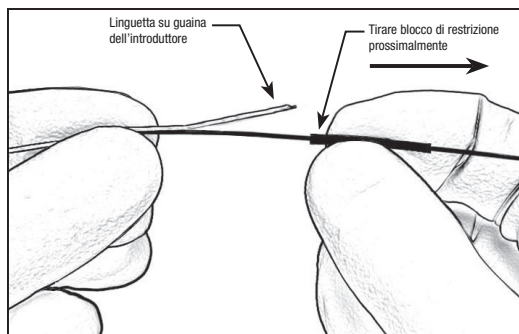

Figura 3 – Tirare blocco di restrizione prossimalmente
15. Tenere il dispositivo in posizione appena distale rispetto al blocco di restrizione e tirare il blocco di restrizione prossimalmente per esporre la linguetta sulla guaina introduttore. Vedere Figura 3.